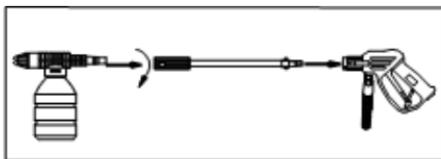

Figura 8. Coloque el aplicador en la pistola
4. Coloque el aplicador de detergente en la pistola. ( Véase Figura 8)